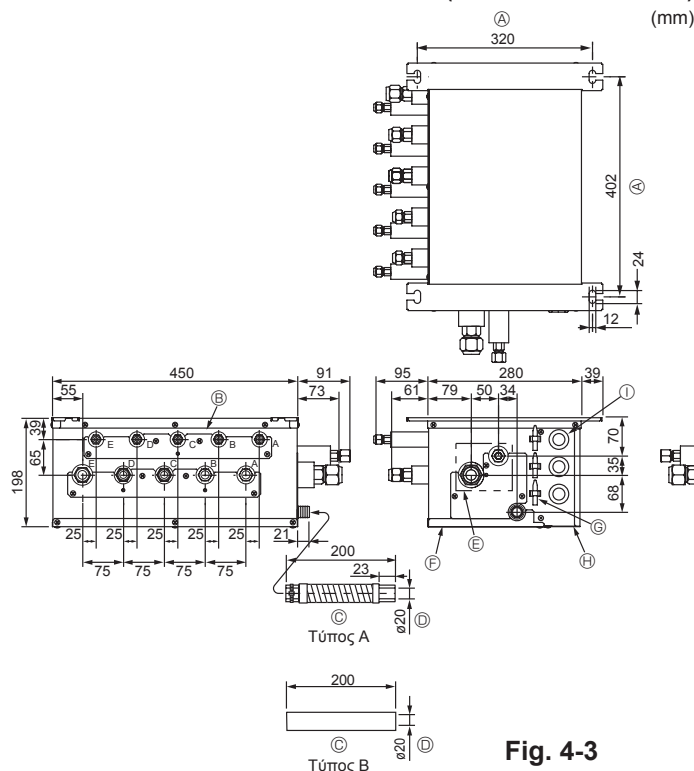

Fig. 4-3
■ PAC-AK51BC/PAC-AK52BC/PAC-AK53BC (Fig.4-3)
- Τοποθετήστε τα μπουλόνια ανάρτησης (θα τα προμηθευτείτε από το εμπόριο) στη συνιστώμενη απόσταση (Fig. 4-3, 4-4).